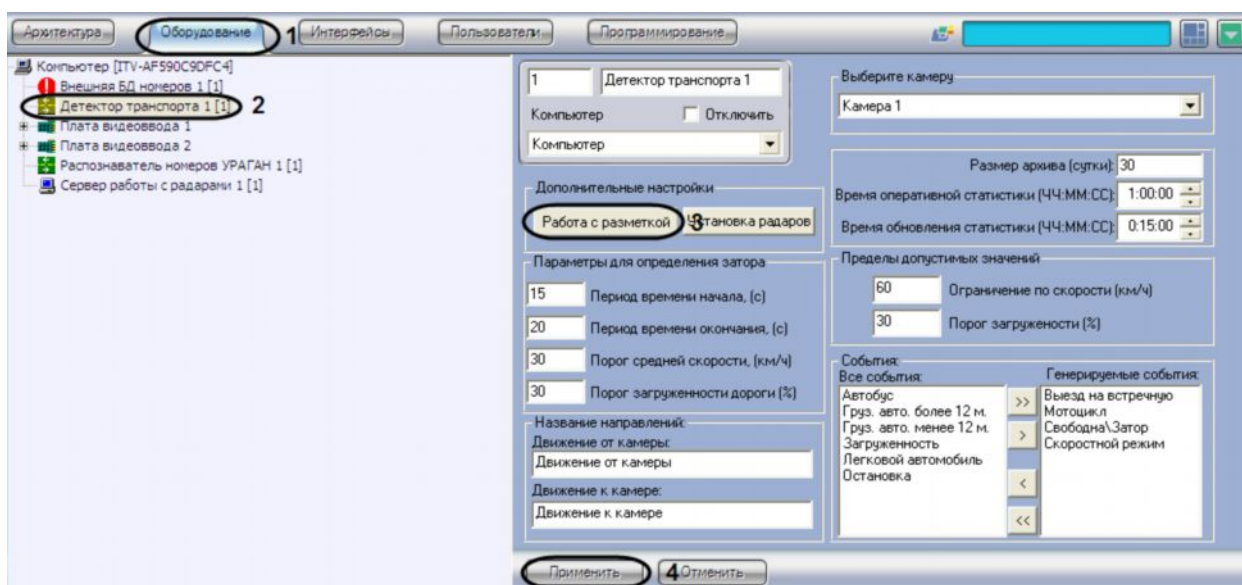

Рис. 7.5.8-1 Экспортирование файла, содержащего параметры разметки
2. В дереве объектов на вкладке «Оборудование» выбрать объект «Детектор транспорта», соответствующий настраиваемому программному модулю «Детектор транспорта» (см. Рис. 7.5.8-1, 2). В правой части вкладки «Оборудование» отобразится панель настройки выбранного объекта.
3. Нажать на кнопку «Работа с разметкой» и выбрать пункт «Экспорт разметки» (см. Рис. 7.5.8-1, 3).